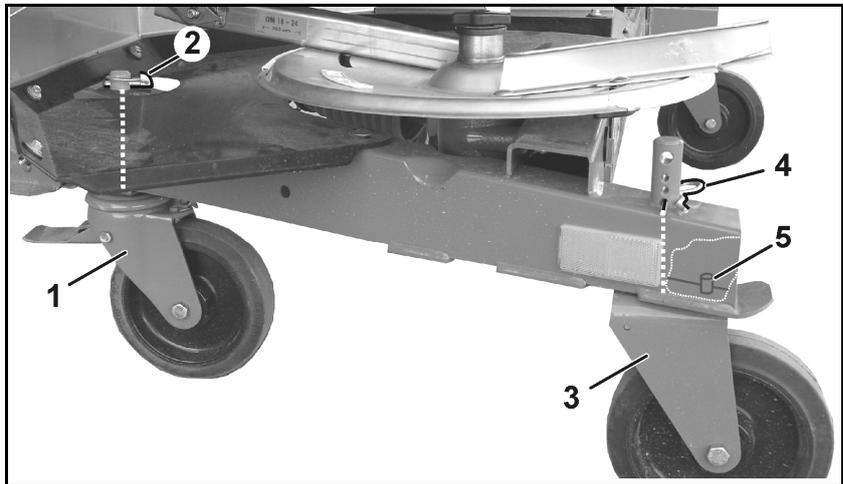

Fig. 41
5. Rodillos de frenado dirigibles (Fig. 41/1) delante
- o montar y asegurar mediante el pasador clavija (Fig. 41/2), o bien
6. Rodillos fijos detrás (Fig. 41/3)
- o montar y asegurar mediante el pasador elástico (Fig. 41/4) en el orificio disponible más abajo,
Al realizar el montaje de los rodillos fijos, asegurarse de que el perno (Fig. 41/5) pase a través del taladro del bastidor, manteniendo así los rodillos en la dirección longitudinal.